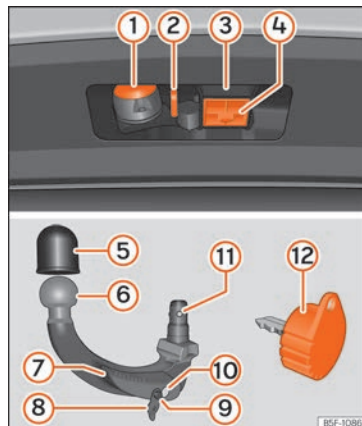

Fig. 251 Suporte do dispositivo de engate para reboque/gancho de reboque/chave
- A zona superior do alojamento do gancho está equipada com massa lubrificante » » Fig. 251 ③. Quando utilizar o dispositivo, deve assegurar-se de que não se tenha eliminado.
- Retire o tampão de alojamento do gancho »» Fig. 251 (4) para baixo.
- Coloque o tampão **4** no seu alojamento »» **Fig. 251**.